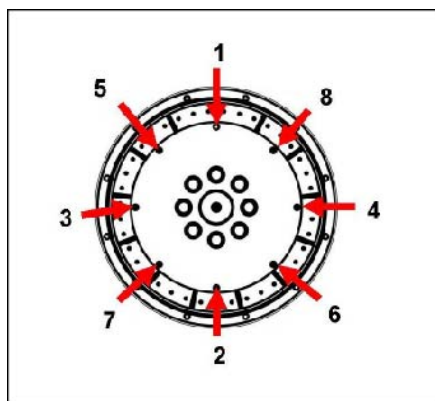

図 22. 固定手順
10. 表示の順番で、ボルトを締め付けて、カップリング ディスクをフライホイールに固定します 図 22 ページ 36。